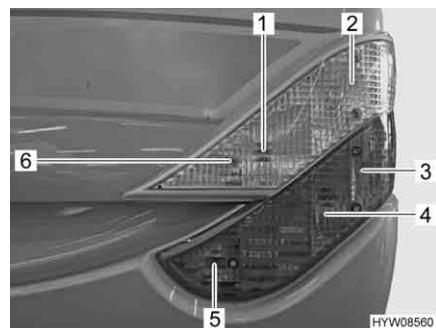

Fig. 222 Luci posteriori (lato anteriore)
- Svitare le sei viti ad esagono cavo (Fig. 222,6)